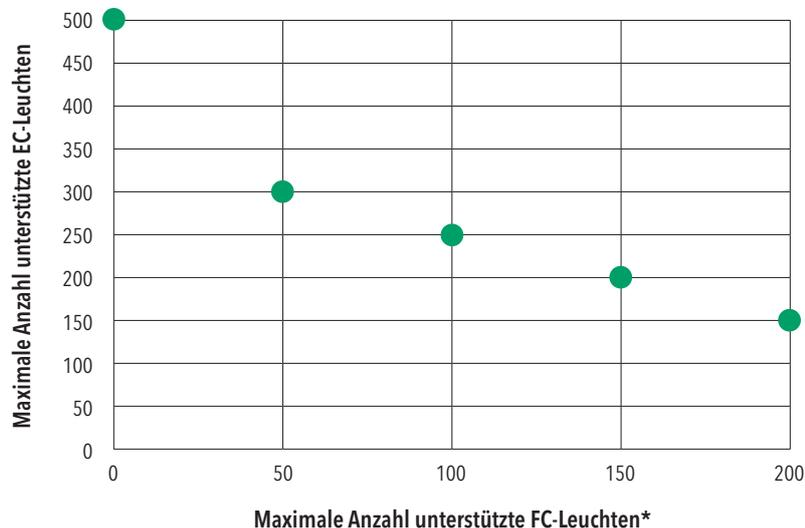

Abbildung 01. Maximale Anzahl unterstützte EC-, EC/FC-, FC-Leuchten
Die easyCONTROL ist eine innovative Steuer- und Überwachungseinrichtung für Einzelbatterieleuchten. Mit ihren 4 Bus-Abgängen lassen sich bis zu 500 Leuchten (*siehe Abbildung 01 auf Seite 5*) komfortabel über einen integrierten Webserver konfigurieren. Das integrierte Prüfbuch erleichtert die Dokumentationspflicht und kann bequem per USB oder WEB-Oberfläche exportiert werden. Die Inbetriebnahme und Parametrierung der Anlage erfolgt dabei bequem über die IP-Schnittstelle und einen integrierten Webserver. Die easyCONTROL dient der Überwachung aller angeschlossenen Verbraucher. Sollte ein Verbindungsfehler auftreten wird dieser visualisiert. Wird der Fehler behoben, löscht sich die Fehleranzeige selbstständig. Auftretende Leuchtmittel- oder Akkufehler werden ebenfalls an der Anlage visualisiert, nach deren Behebung und einem entsprechenden Kurztest werden diese wieder gelöscht.
* Die maximale Anzahl von 200 Funkleuchten (FC) darf nicht überschritten werden, dies gilt auch für die Hybrid-Kombination EC/FC, siehe Abbildung 01 auf Seite 5.